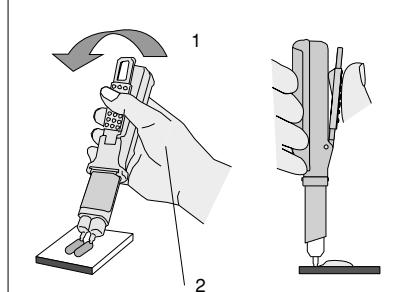

Fig. 7
c) Mientras presione la palanca, nivele e interrumpe el material que sale de las puntas del cartucho moviendo el cartucho y el aplicador a una posición vertical sobre el bloque de mezclas. (Fig. 7)